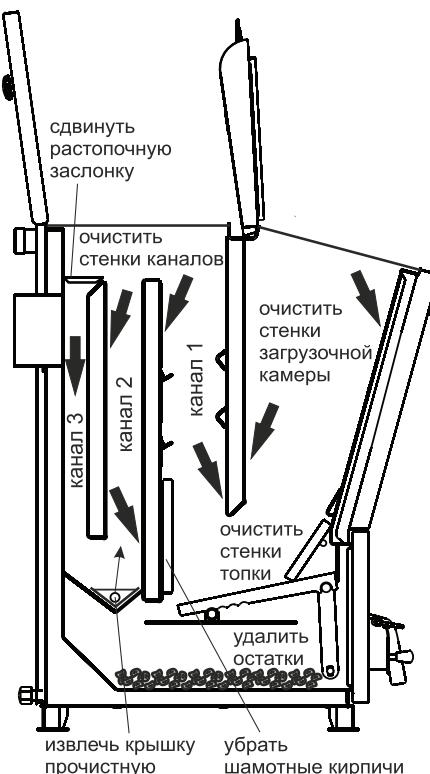

Рис.8 Схема чистки котла
8.6.3. Чистку котла от смолистых отложений и сажи рекомендуется производить на прогретом 80°C теплоносителе в котле по мере загрязнения, но не реже одного раза в три месяца в следующей последовательности (см. Рис.8):